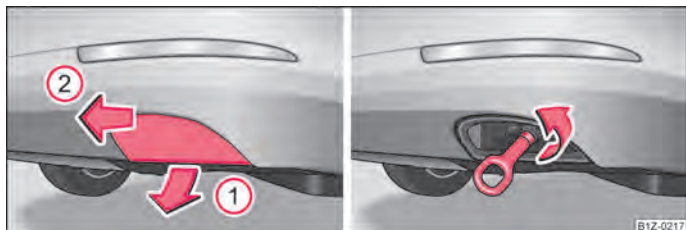

Fig. 175 Bara de protecție din spate: Demontarea capacului / Bara de protecție din spate:
- Apăsând în jos în sensul indicat de săgeata ① ⇒ fig. 175, deblocați partea de jos a capacului.
- Deblocați partea de sus a capacului trăgând în sensul indicat de săgeata ② și scoateți-l.
- Înșurubați cârligul de tractare cu mâna spre stânga până la limită ⇒ fig. 175 - dreapta și strângeți-l cât de mult posibil. Pentru strângere, vă recomandăm de exemplu să utilizați cheia de roți, inelul de ancorare al unui alt autovehicul sau un alt obiect asemănător, pe care să îl puteți introduce în cârlig.